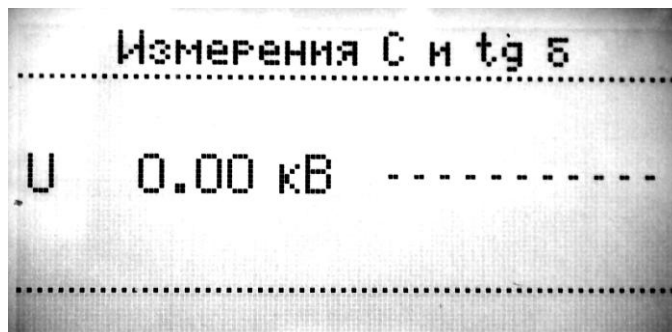

Рис. 9.
6.5.7. Нажимая кнопки «▲» или «▼» БУ установить курсор на строку меню «Измерение C и tgδ». Нажать кнопку блока управления «ВЫПОЛНИТЬ», при этом включится сирена (на 1-2с.), красный сигнальный светильник. На экране БУ появится заставка режима «Измерение C и tg» (рис.9).